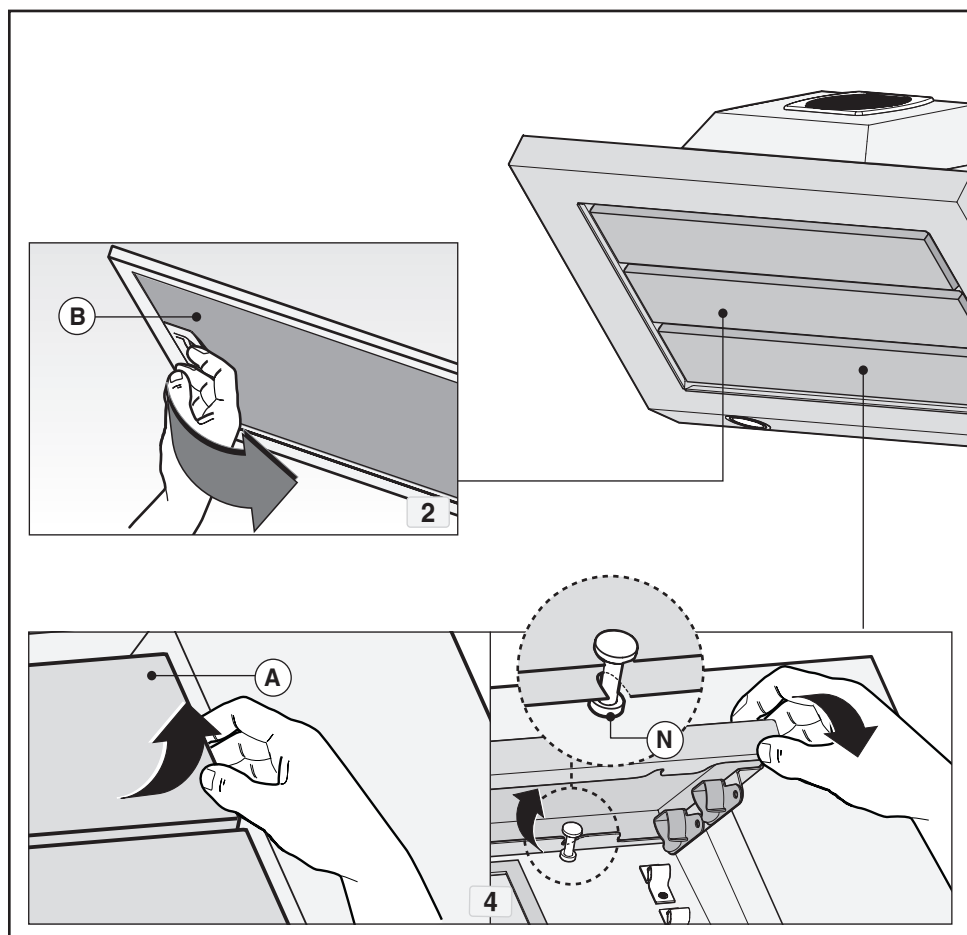

Fig.3
- 1) Enlever le filtre anti-graisse **B** en tirant sur la poignée comme cela est indiqué dans la fig. 3,2.